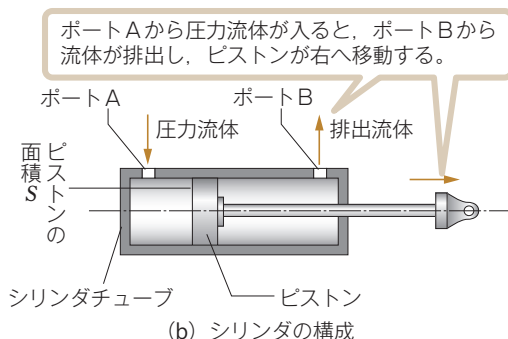

図7 シリンダの例
シリンダは、シリンダチューブとピストンなどで構成され(図7)、ピストンの先に動かしたいものを取りつけて直線運動をさせる。流体の出入口をポート^①といい、ポートAから圧力流体がはいると、ピストンが押されて右方向に移動し、ポートBから流体が排出される。逆に、ポートBから圧力流体がはいると、左方向に移動する。